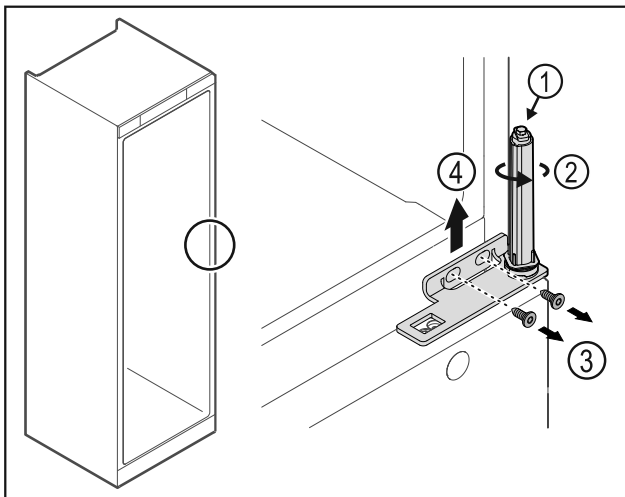

Fig. 32
- ▶ Älä pura oven sulkuyksikköä Fig. 32 (1).
- ▶ Kierrä sulkuyksikköä Fig. 32 (2), kunnes se naksahtaa.
- ▶ Avaa ruuvit Fig. 32 (3) ja ota saranakulma yläkautta pois Fig. 32 (4).